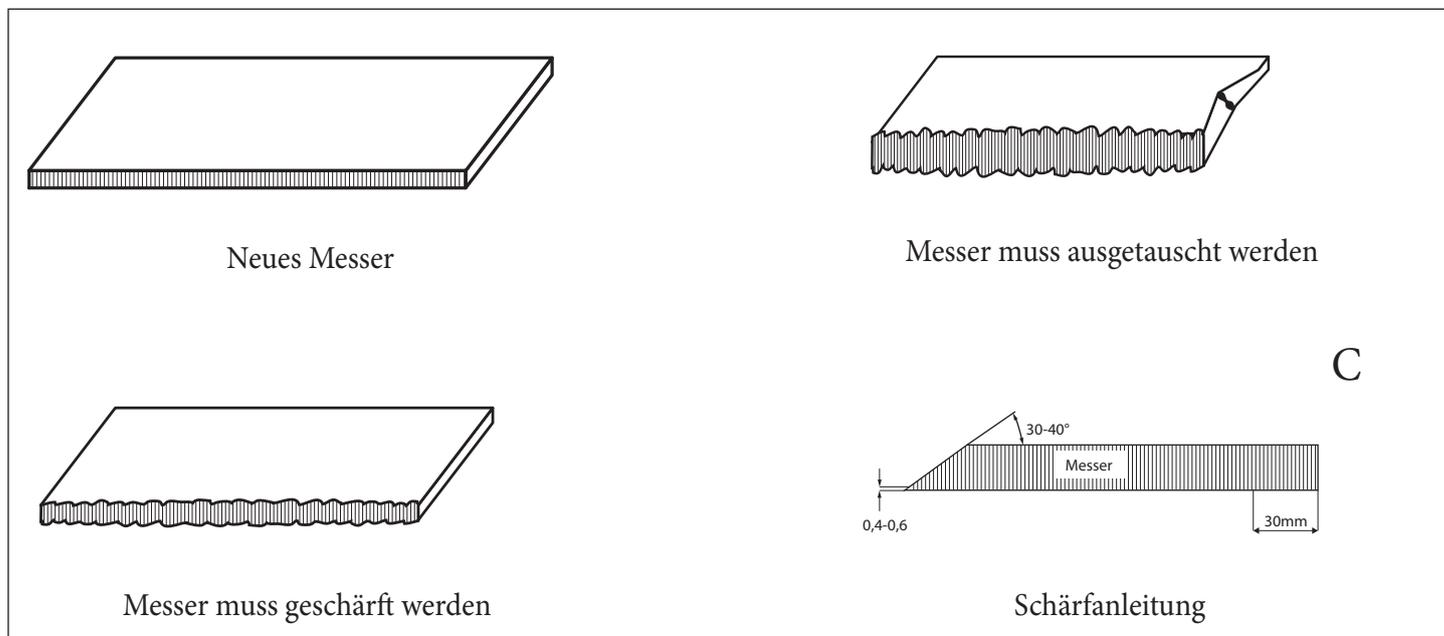

Bild 6
## Zustand des Messers und der Messeraufnahme (Bild 6)
- Entfernen Sie das abgenutzte oder defekte Messer und setzen Sie ein neues ein oder schärfen Sie das Messer wie in Bild 6 Abb. C gezeigt.